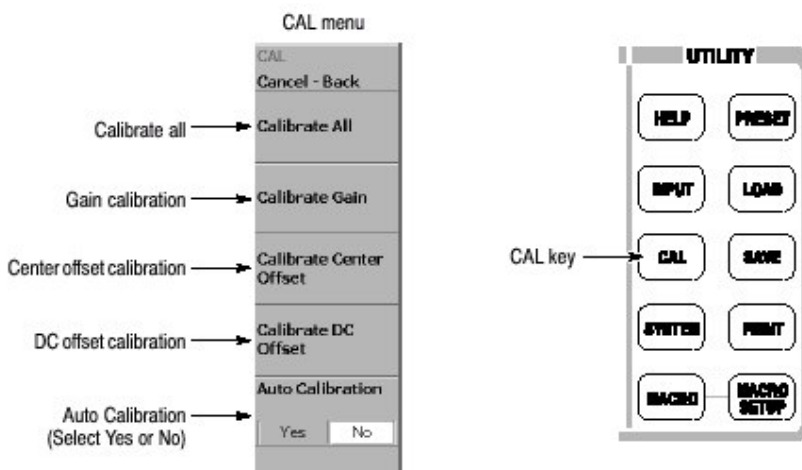

图 1-18 校准菜单
1. 按压前面板的 CAL 键（见图 1-18）。
注意：启动 Auto Calibrate(自动校准)（见图 1-18），在分析仪设置改变时，允许分析仪运行自动中心校准。